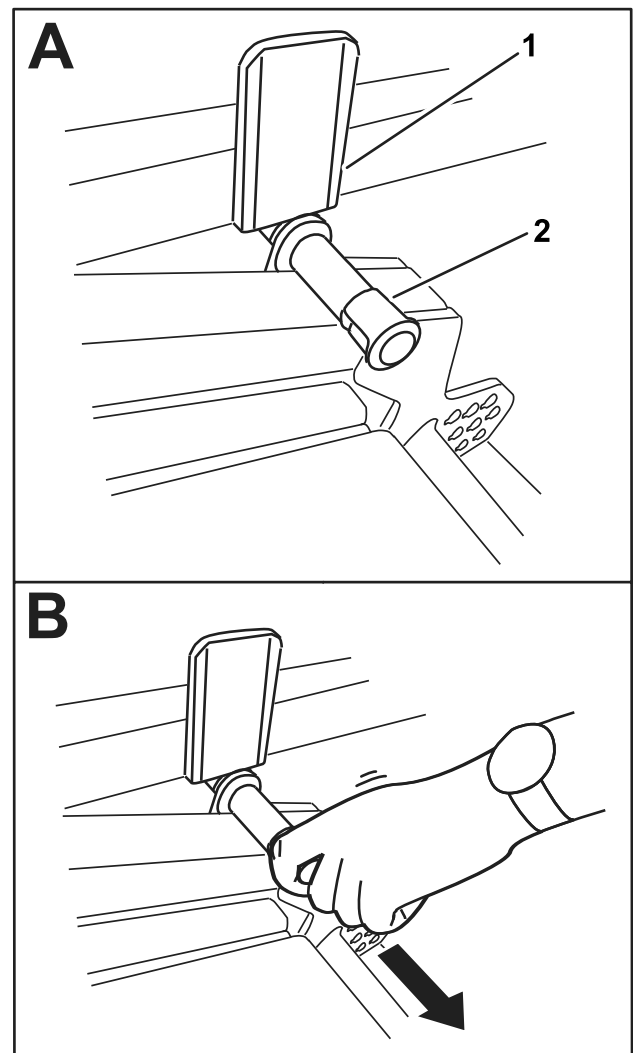

図 39
3. 足でカッティングユニットを下げ、ピンB 図 39を引き抜くと、カッティングユニットは移動走行位となる。
2. ピンが昇降アームプレートに当たるまでカッティングユニットをゆっくりと降ろすA 図 39。